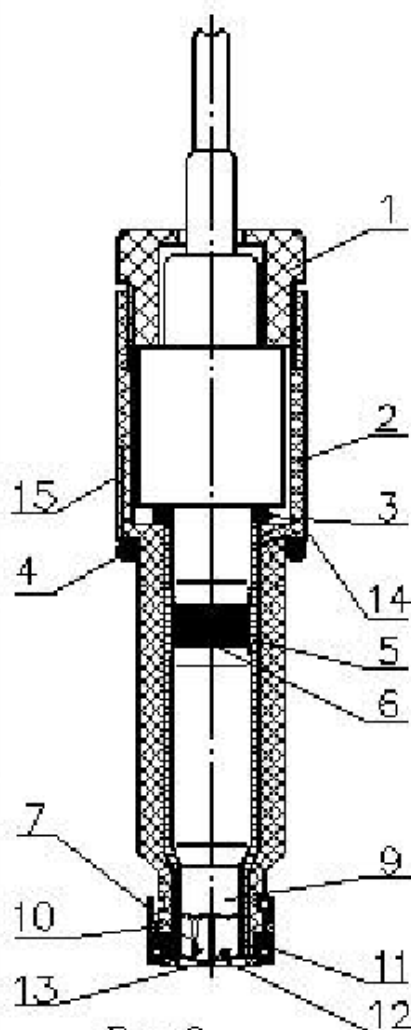

Рис. 3.
12.1. Сборка (см. рис. 3).
12.1.2. Отвинтить гайку 1 (см. рис. 3) и вынуть электролитическую ячейку.
ВНИМАНИЕ! При работе или длительном хранении АС с раствором электролита (более 1 года) могут возникнуть трудности с разборкой АС из-за высыхания и кристаллизации солей раствора электролита в корпусе АС. В этом случае необходимо открутить гайку 1 (см. рис. 3) и с помощью шприца залить 1 мл дистиллированной воды в верхнюю часть корпуса 2. Через 2 – 6 часов амперометрический сенсор можно достать из корпуса не прикладывая усилий.
12.4.2. Вылить раствор электролита из корпуса 2 (см. рис. 3), промыть дистиллированной водой и тщательно просушить корпус.